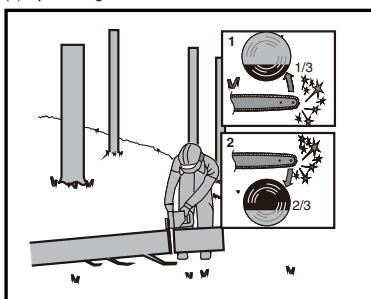

Figura 4
Quando il tronco è supportato su un lato, come illustrato in figura 4, tagliare 1/3 del diametro dalla parte inferiore (sottostrato) (1). Quindi praticare il taglio finito tramite il sottostrato per incontrare (2) il primo taglio.